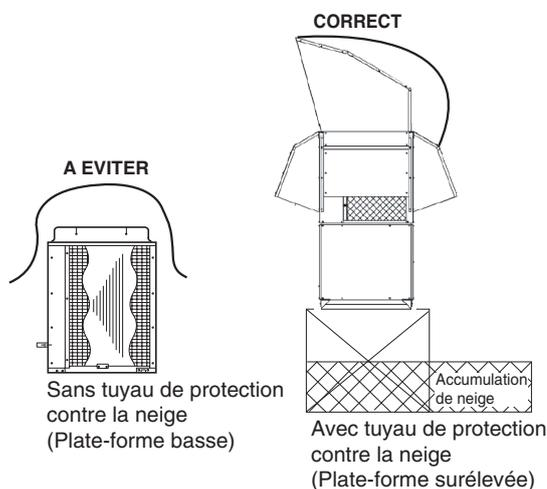

Fig. 2-10
Dans les régions où les chutes de neige sont importantes, vous devez doter l'unité extérieure d'une plate-forme surélevée solide la protégeant de l'accumulation de neige. (Fig. 2-10)
- a) La plate-forme doit être surélevée par rapport à la hauteur de neige maximale. (Fig. 2-10)